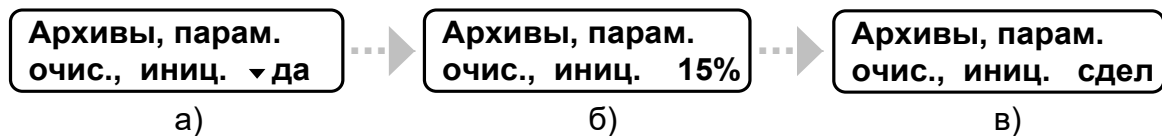

Рис.9. Вид окон индикации при инициализации ТВ.
**да** (рис.9а) и нажать кнопку . После чего в правом нижнем углу окна начинается отображение уровня завершенности операции в процентах (рис.9б). При этом ТВ не реагирует на нажатие кнопок.
После завершения инициализации отобразится сообщение, показанное на рис.9в.